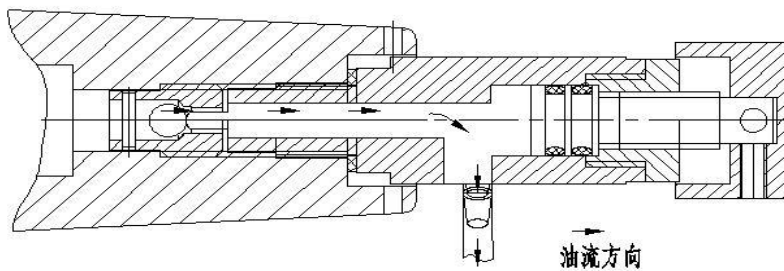

图 9 取油样示意图
取油样示意图见图 9。
- 3) 如图 9 所示，将取油工装安至装放油阀上并紧固好。